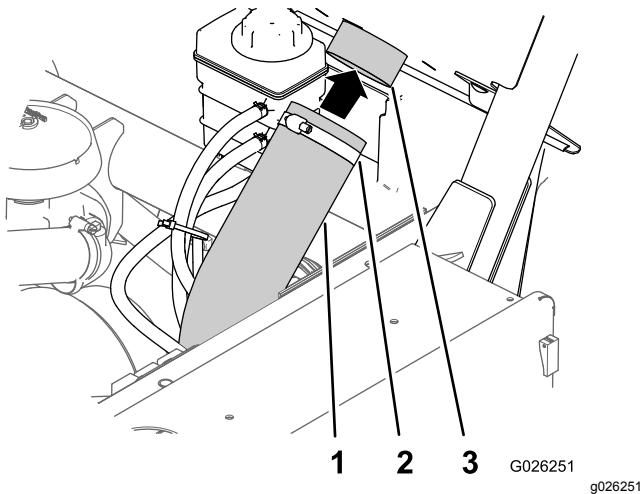

図 7
- CVT インテークホースを、ROPS パネルの裏にあるインテークチューブのコネクタに接続してホースクランプで固定する (図 7)。